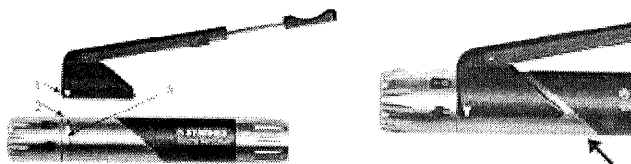

Figura 4. Montaje del Hand Switch
- Verificación de montaje del Hand Switch: Instale el gatillo en la pieza de mano alineando las flechas del gatillo con las guías de la pieza, tal como se indica en la figura 4. Asegúrese de que la manga de liberación del acoplamiento del accesorio permanezca completamente cerrada para garantizar un montaje seguro y correcto.